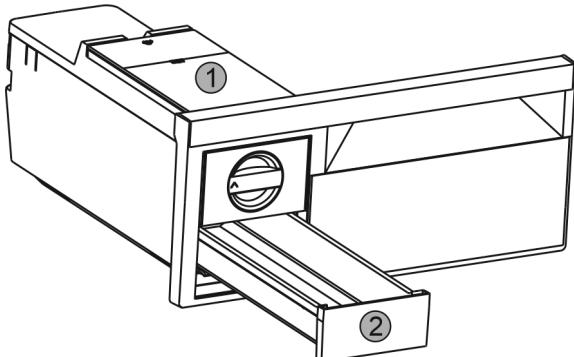

Fig. 39
- Vyjměte nádržku na vodu Fig. 39 (1) a zásuvku na kostky ledu Fig. 39 (2).